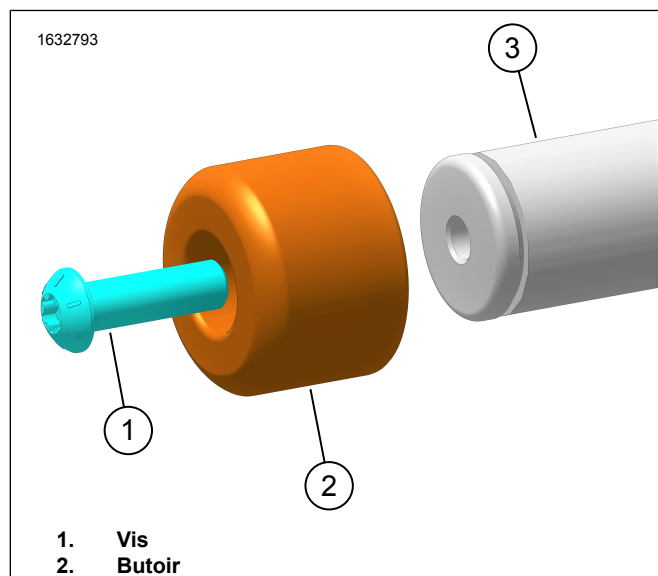

Figure 4. Remplacement de butée
1. Voir la figure 4. Retirer et éliminer la vis (1) et la butée (2).
2. Installer la butée (2).
3. Poser la vis (1). Serrer.